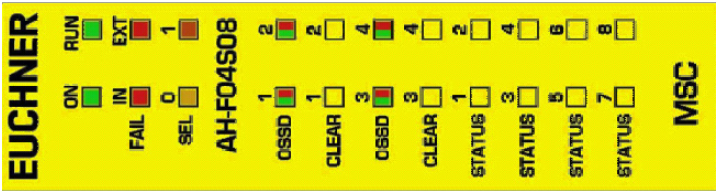

Bild 30:
8.3.15. Modul AH-F04S08 (Bild 30)